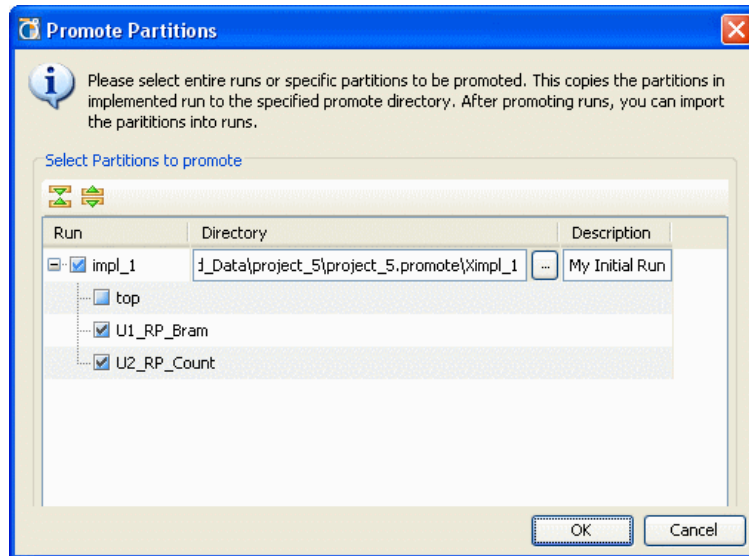

図 13-6：パーティションのプロモート
1. Flow Navigator で [Promote Partitions] をクリックします。図 13-6 のようなダイアログ ボックスが表示されます。